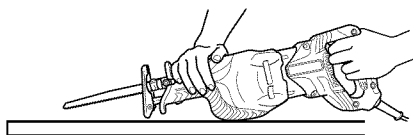
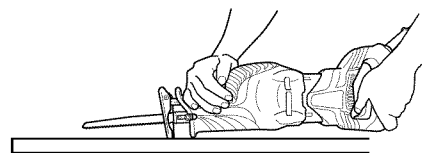

Fig. 22
Fig. 23
Con esta herramienta, podrá realizar cortes de cavidad en madera laminada y en tablas de material delgado. El corte de cavidad se puede realizar con toda facilidad con la hoja de sierra instalada en sentido inverso, tal como se observa en las Figs. 23, 25, y 27. Utilice una hoja de sierra lo más corta y gruesa posible. Para este fin, se recomienda la hoja BIMETÁLICA No 132 mencionada en la página 40. Asegúrese de prestar atención durante la operación de corte y de proceder de la siguiente manera.
- (1) Presione la parte inferior (o la parte superior) de la base contra el material. Tire del gatillo mientras mantiene la punta de la hoja de sierra separada del material. (Fig. 22, Fig. 23)